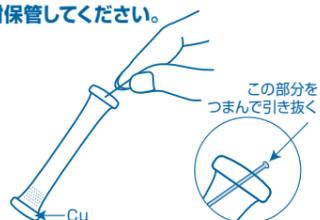

図2
② ラミネートを開け、チューブ先端のラインを引き抜きます。(図2)